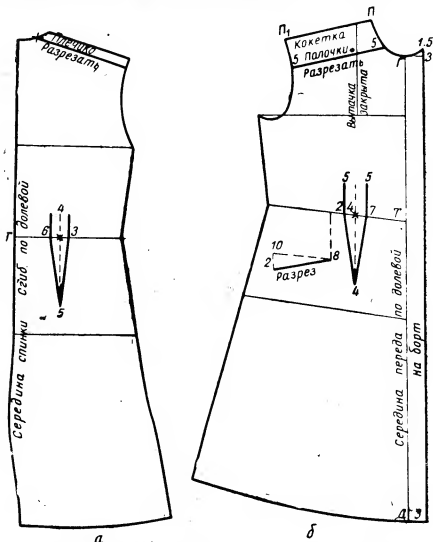

Рис. 225. Нанесение линий фасона платья-халата с цельнокроеным рукавом:
**Спинка.** Вырез горловины спинки делят на две равные части (рис. 225, а), от точки деления вправо проводят линию разреза плечика параллельно линии плеча спинки.
Расстояние от точки 6 до точки 3 делят на две равные части, от точки деления вверх проводят пунктирную линию и откладывают 4 см, от точки деления вниз проводят вертикальную пунктирную линию так, чтобы она не дошла до линии бедер на 5 см. Затем вычерчивают вытачку, которая переходит на лифе в мягкую вытачку, как показано на рис. 225, а.
**Полочка.** В первую очередь наносят линию борта (рис. 225, б). От точки Г вправо проводят горизонтальную пунктирную линию и откладывают 3 см, затем от точки 3 вверх по вертикальной линии откладывают 1,5 см, от точки 1,5 проводят вогнутую линию к точке Г. От точки Д вправо проводят горизонтальную линию и откладывают 3 см, точку 3 соединяют по линейке с точкой 1,5 (3 см на застежку).